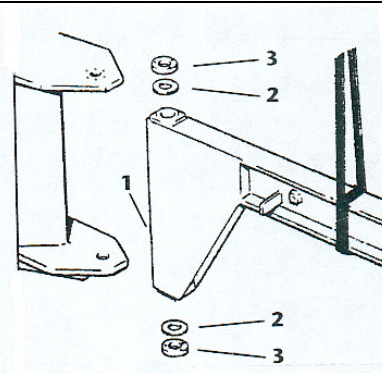

Fig.43
2. Fixez le bras sur la console support et positionner au sommet du tube **1** le disque de friction **2** et le disque de pression **3**, et opérer de la même façon en partie basse (fig. 43).